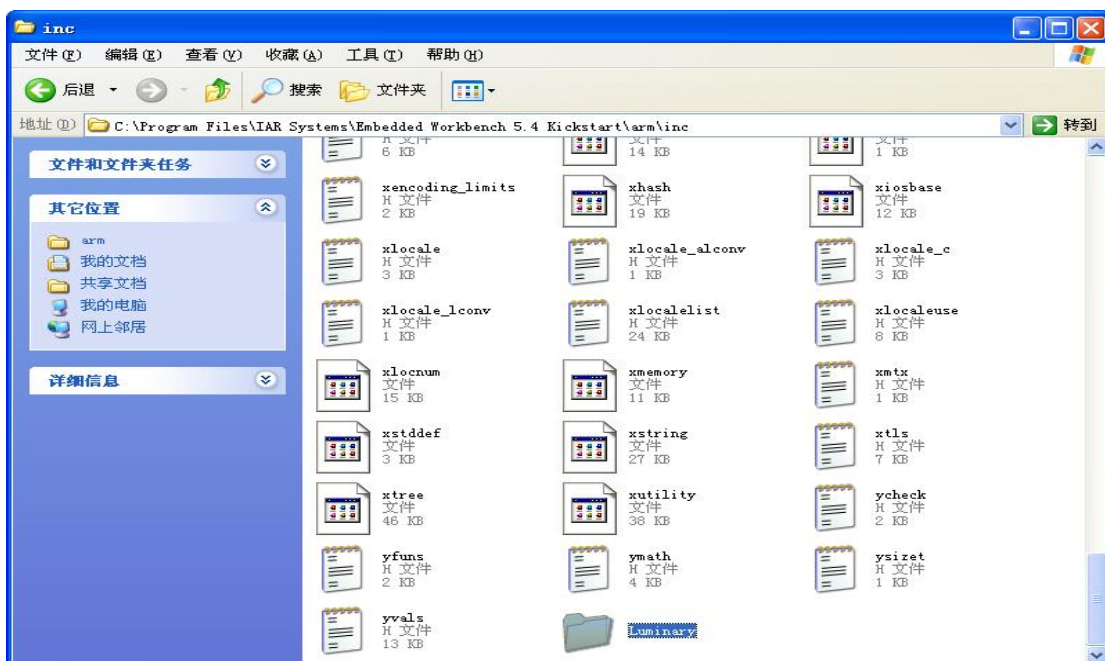

图 2.5 新建“Luminary”文件夹
2. 在“C:\Program Files\IAR Systems\Embedded Workbench 5.30 Kickstart\arm\inc”下，新建一个“Luminary”文件夹，如图 2.5 所示。